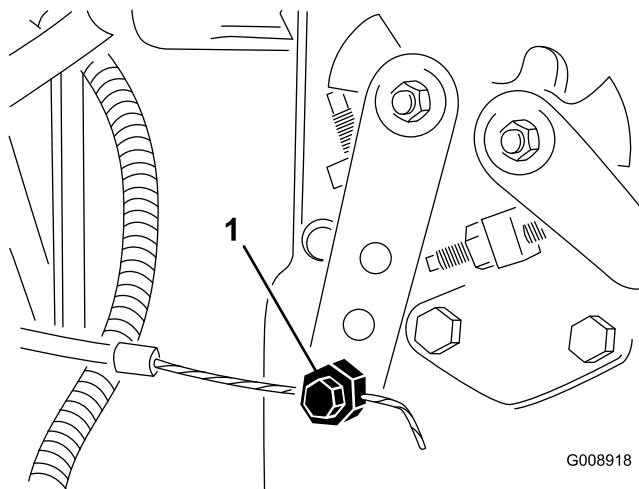

Figura 54
2. Afloje el conector del cable del acelerador en la palanca de la bomba de inyección (Figura 54).